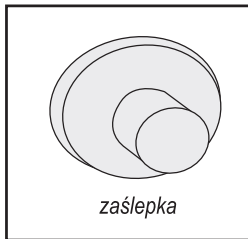

rys.9
9. Wkręć trzpień mimośrodów w mufy zamontowane w blacie (rys. 9).